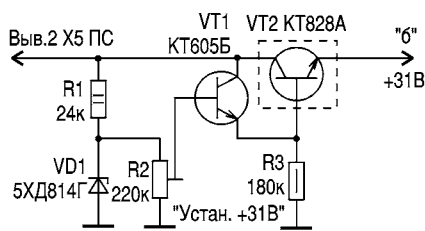

рис. 2
5. Сделать стабилизатор напряжения +31 В из напряжения +128 В (**рис.2**).